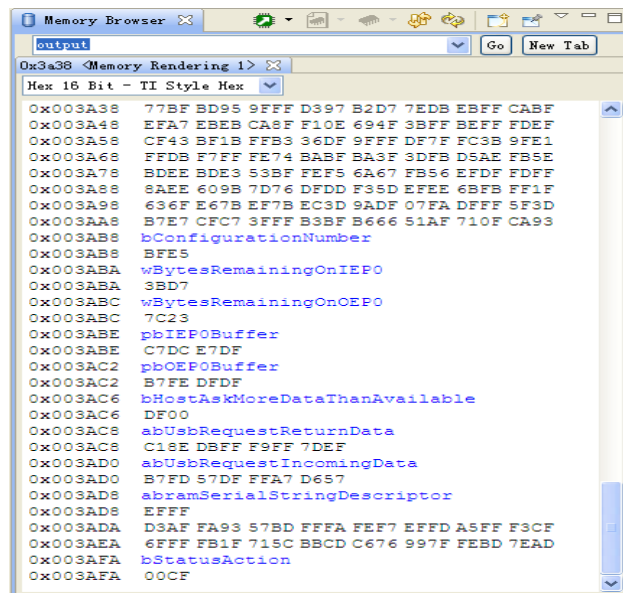

图 1.28 内存查看窗口
(8) 点击菜单 View→Memory Browser, 可以得到内存查看窗口, 如图 1.28 所示。